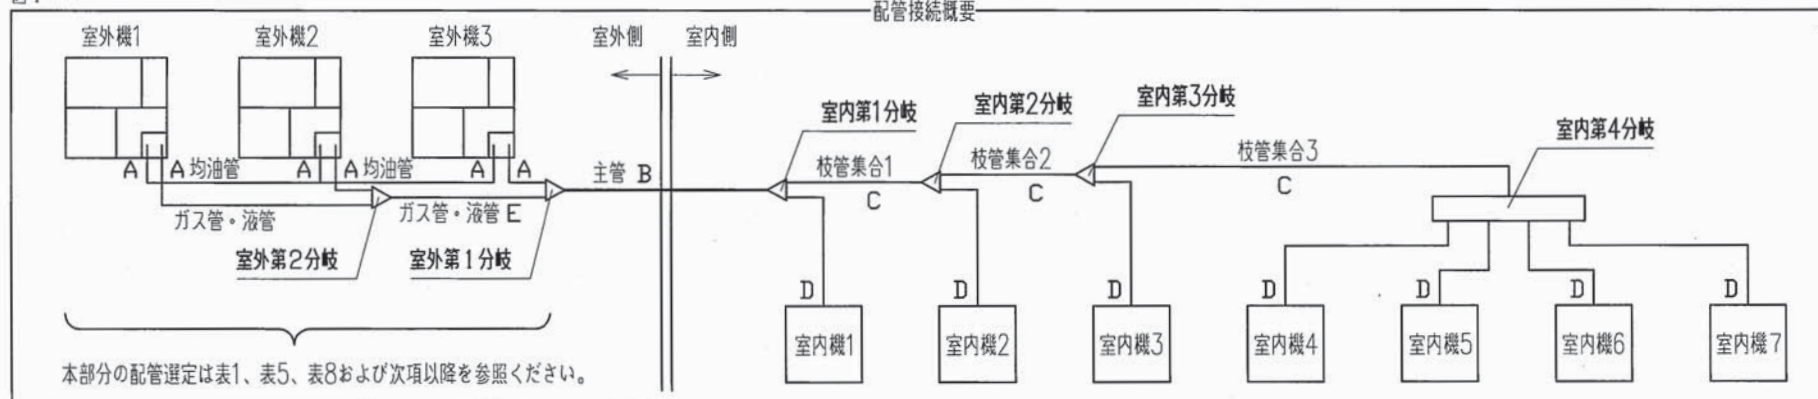

図1
(1) 室外機～室外側の分岐間：図1のA部
(2) 主管（室外側の分岐～室内側の第一分岐間）：図1のB部
(3) 室内側の第一分岐～室内側分岐間：図1のC部
但し、主管（図1のB部）サイズを超えないでください。
(4) 室内側分岐～室内機間：図1のD部
4) 3台組合せ用室外分岐管配管選定：図1のE部